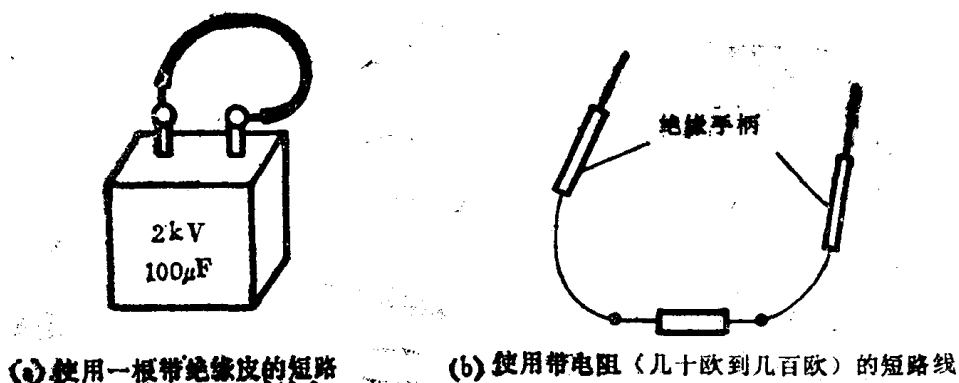

图1-7 使电容器放电
- (1) 检修之前，一定要了解检修对象的电气原理，特别是电源系统。
(2) 不要以为断开电源开关就没有触电危险。只有拔下插头，并对仪器内的高电压大容量电容器放电处理后，才能认为是安全的。放电办法见图1-7。